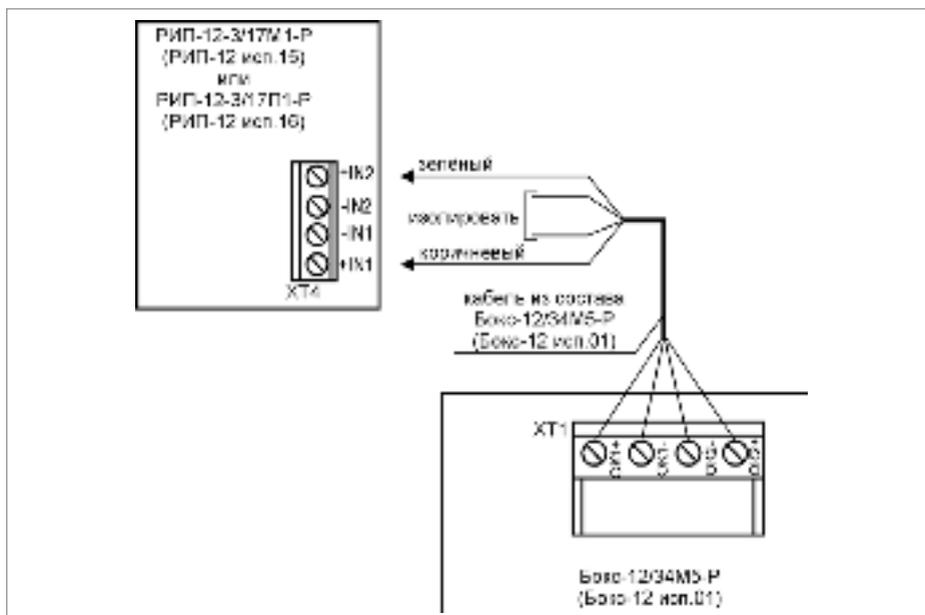

Рисунок 6. Схема подключения Бокс-12 исп.01 (Бокс-12/34М5-Р) к РИП
1. Схема подключения Бокс-12 исп.01 (Бокс-12/34М5-Р) (далее - Бокс) представлена на рис.6. Кабель подключения Бокса к РИП входит в комплект поставки Бокса и подключен к колодке ХТ1.